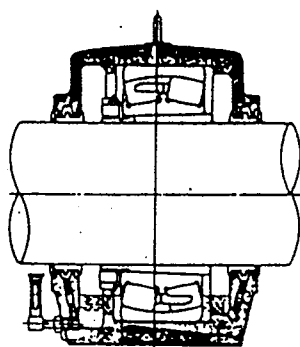

図 22
- (6) 油潤滑の場合は軸受の最下位転動体の中心程度まで油を入れる(図22参照)。